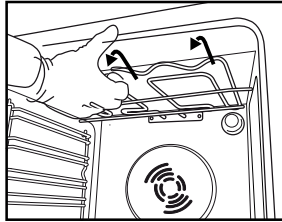
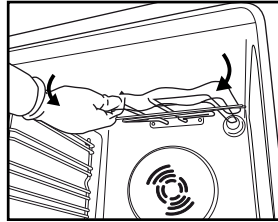

Рис. 4
Рис. 5
2. Трохи витягніть нагрівальний елемент (Рис. 4), а потім опустіть його (Рис. 5).